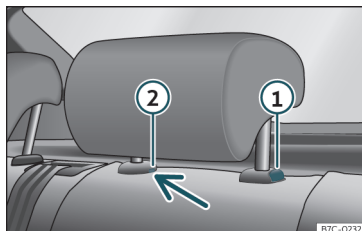

Fig. 108 Apoyacabezas trasero: desmontaje.
- Pulse la tecla » » fig. 108 ①, apretando a la vez por el orificio del seguro ② con un destornillador plano de máximo 5 mm de anchura y retire el apoyacabezas.